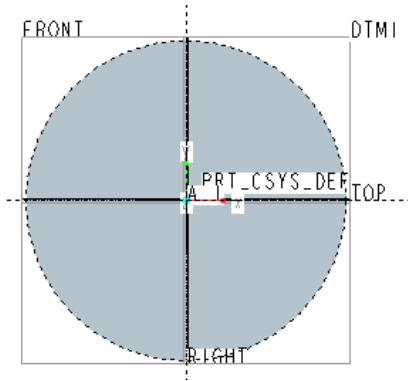

図 13-11 点線表示に変更
- ・図 13-11 の表示状態になっていることを確認し、「閉じる(C)」を押して参照画面を閉じる。